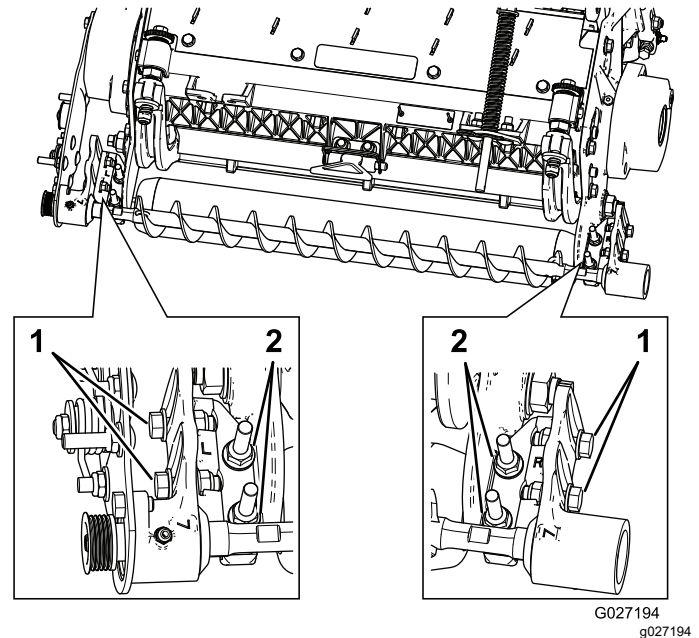

Figure 11
- Desserrez les 2 contre-écrous à embase qui fixent le support de la brosse de rouleau à la plaque latérale de l'unité de coupe (Figure 11).
- Tournez le logement de roulement de la brosse de rouleau jusqu'à ce que la plaque de la brosse soit parallèle à la plaque latérale de l'unité de coupe (Figure 11).
- Serrez les 2 contre-écrous à embase qui fixent le support de la brosse de rouleau à la plaque latérale de l'unité de coupe (Figure 11).
au support de montage de la brosse de rouleau (Figure 11).